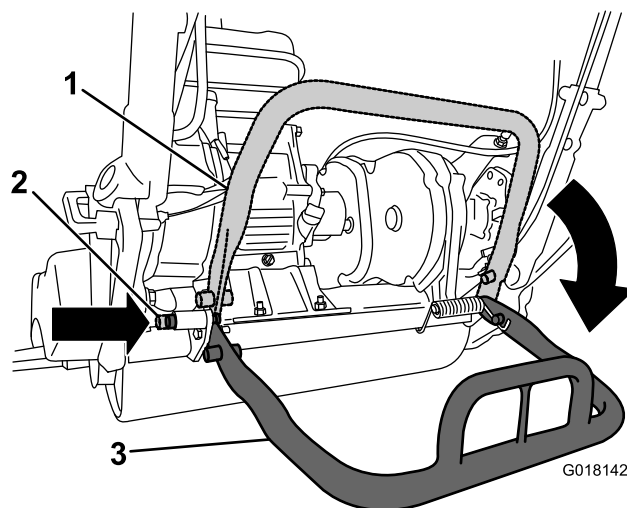

Bild 21
- Senken Sie den Ständer ab und drücken den Arretierstift ein, um ihn in der Wartungsstellung zu arretieren, damit das Gerät nicht nach hinten kippt, wenn Sie die Spindel entfernen (Bild 21).